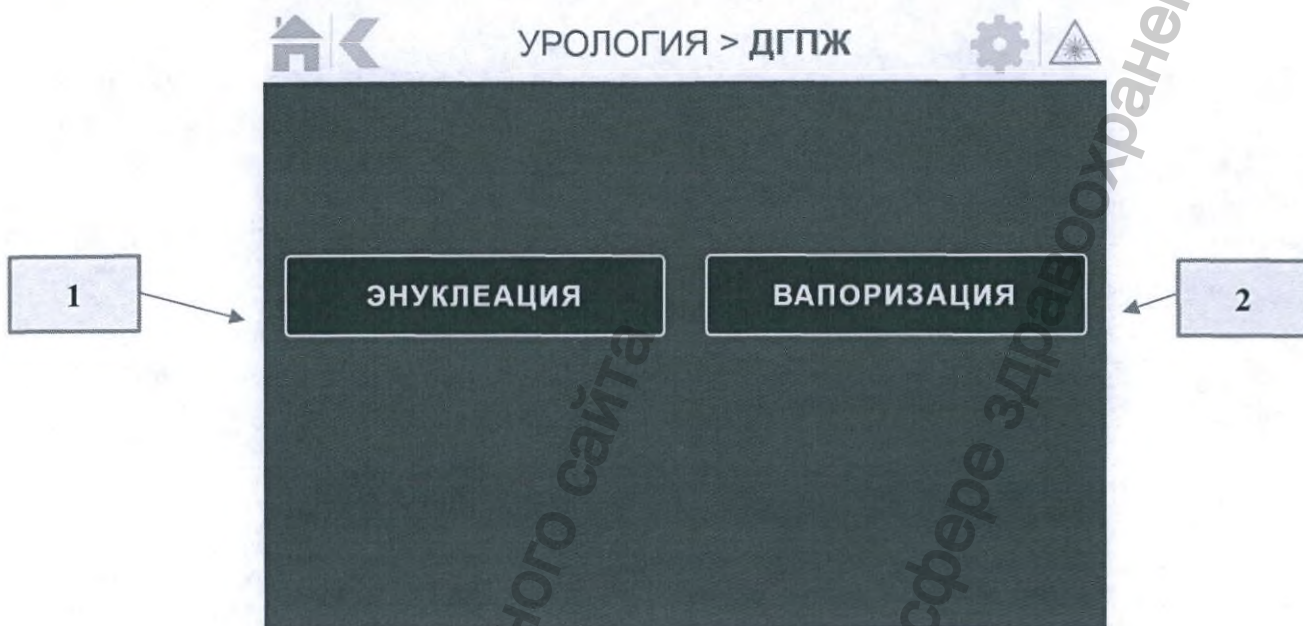

Рисунок 19. Экран для процедуры «ДГПЖ»
При нажатии на иконку (2) (рис. 11) происходит переход на экран, как на рис.19, для выбора метода лечения ДГПЖ («Энуклеация» (1) или «Вапоризация» (2)).
При выборе метода оперативного вмешательства энуклеация необходимо нажать на иконку (1) (режим «Энуклеация») (рис.19). Появится экран установки параметров лазерного излучения (рис. 20).
При выборе метода оперативного вмешательства вапоризация необходимо нажать на иконку (2) (режим «Вапоризация») (рис.19). Появится экран установки параметров лазерного излучения. Установка параметров лазерного излучения происходит аналогично, как и для режима «Энуклеация».